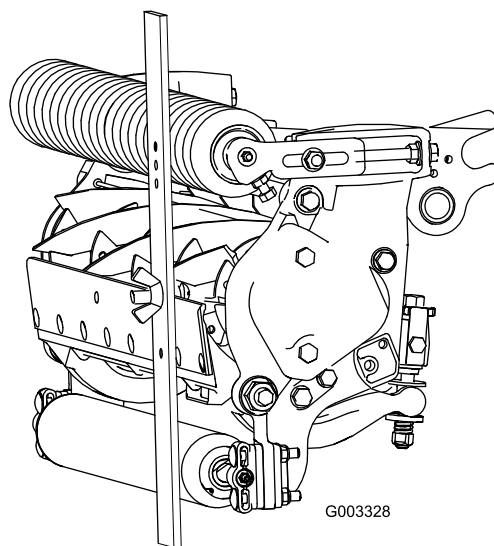

Figura 17
extremidade traseira da barra no rolo traseiro (**Figura 17**).
4. Rode o parafuso de ajuste até que o rolo frontal entre em contacto com a barra indicadora (**Figura 17**). Ajuste ambas as extremidades do rolo até que todo o rolo esteja paralelo à lâmina de corte.